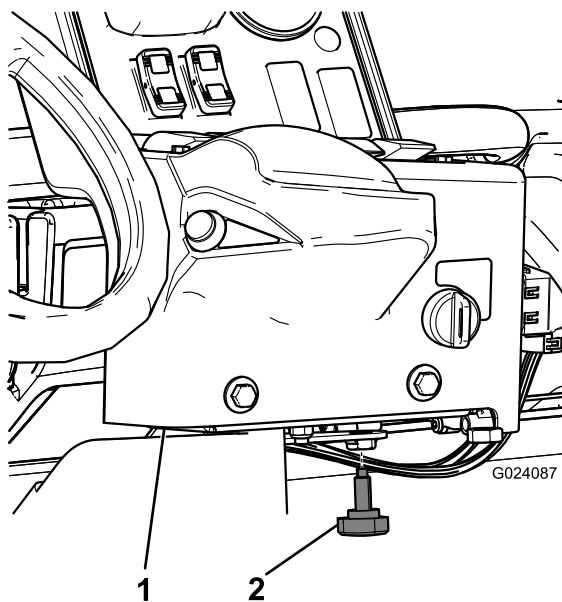

Figura 15
3. Montate la manopola onde evitare che il quadro ruoti durante l'utilizzo (Figura 15).